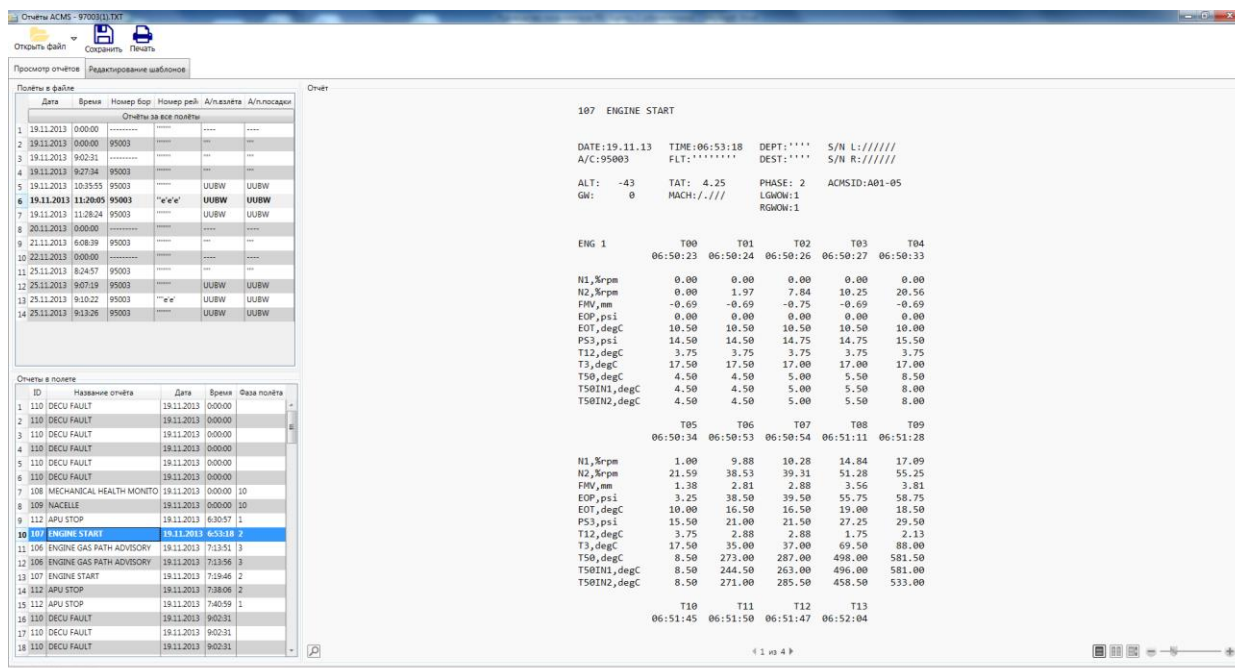

Рисунок 11.3 – Формат отображения «Страница целиком»
- Страница целиком (Рисунок 11.3);